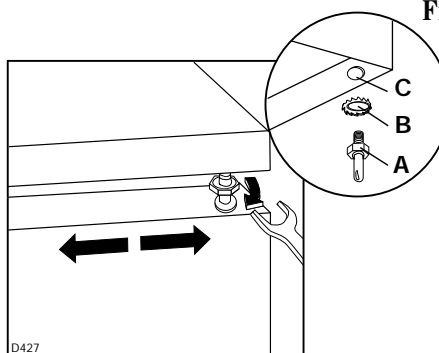

Fig. 3
Dégagez la porte du pivot supérieur (A-Fig. 3).
Enlevez le pivot et la rondelle (A+B-Fig. 3) de la charnière (C) et montez-les sur l'autre côté de l'appareil.
Pour aligner les portes vous pouvez agir sur l'écrou (A) de la charnière supérieure avec une clé de 10, et en agissant comme indiqué dans la Fig. 3.